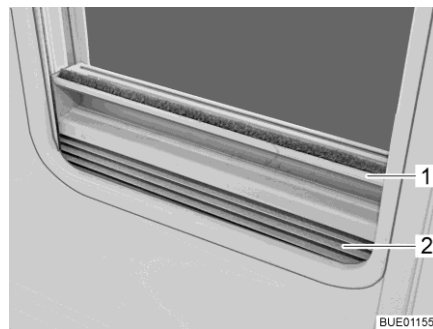

Bild 42 Plisségardin
- Stänga:** ■ Ta tag i mitten på plisségardinens (Bild 42,2) list (Bild 42,1) och drag den nerifrån och upp och släpp loss den vid önskad höjd. Plisségardinens stannar på denna höjd.